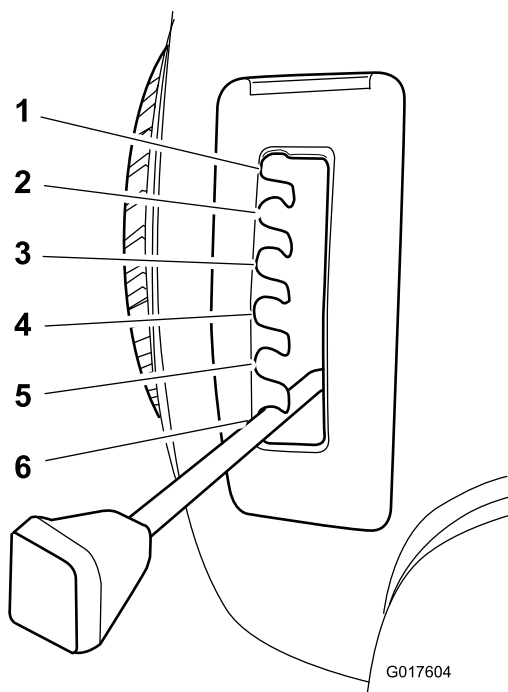

Bild 9
4. Ziehen Sie den Schnitthöhenhebel am Traktor nach oben in die gewünschte Stellung (Bild 9).